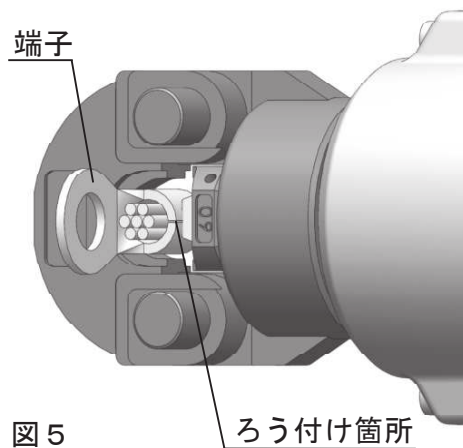

図5
- 6 端子（スリーブ）は、ろう付け箇所を雄ダイス側に合わせ、端子の筒部が中心になるように保持しながら、作動スイッチを操作し、端子が落ちない程度に固定（仮押え）してください。（図5）
- 7 電線を、端子および直線重ね合せ用スリーブ（P）は筒部端より1mmほど出るまで、直線突合せ用スリーブ（B）は突き当たるまで挿入してください。（図5）